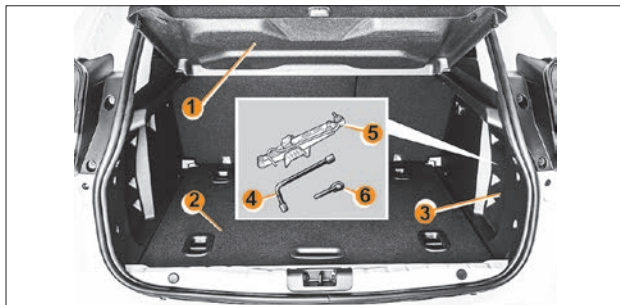

Рис. 9.4.1. Багажное отделение и место размещения инструмента
- открыв крышку **3**, достаньте из ниши домкрат **5** и колесный ключ **4** (рис. 9.4.1);
Конструкция и место расположения передней/задней буксировочной проушины: под крышкой 1 (рис. 9.6, 9.7) находится втулка с резьбой, в которую вкручивается буксирная проушина. Буксировочная проушина 2 находится в багажном отделении (см. рис. 9.4.1.).